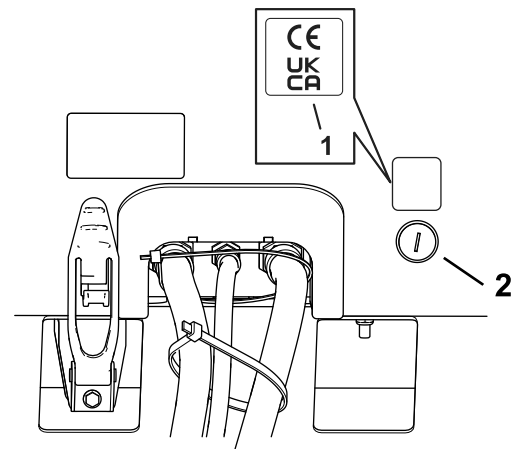

Figure 6
1. Avec de l'alcool à friction et un chiffon propre, nettoyez la zone du capot près du verrou et laissez sécher le capot (Figure 6).